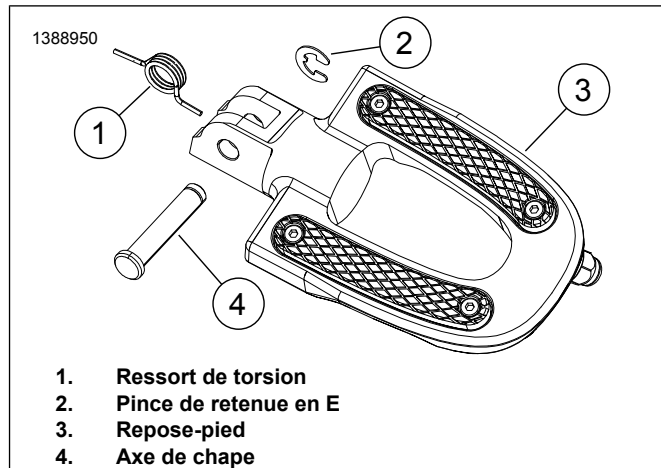

Figure 2. Installation du ressort de torsion du repose-pied conducteur
1. **Modèles Softail** : Figure 2 Retirer le goujon (4) et l'attache en E (2). Conserver pour une utilisation ultérieure.
1. Figure 2 Insérer la patte courte du ressort de torsion (1) dans la cavité du **nouveau** repose-pied (3).